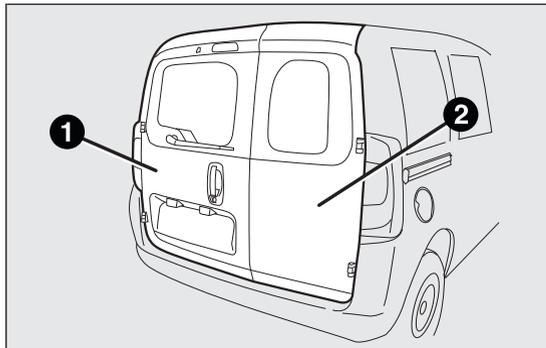

fig. 65
Las puertas traseras de dos hojas fig. 65 están equipadas con un sistema de muelle que detiene su carrera de apertura a un ángulo de aproximadamente 90 grados.
**Para cerrar, cerrar completamente la puerta de hoja derecha 2 fig. 65 y, a continuación, la puerta de hoja izquierda 1 fig. 65. No cerrar nunca a la vez las dos puertas.**